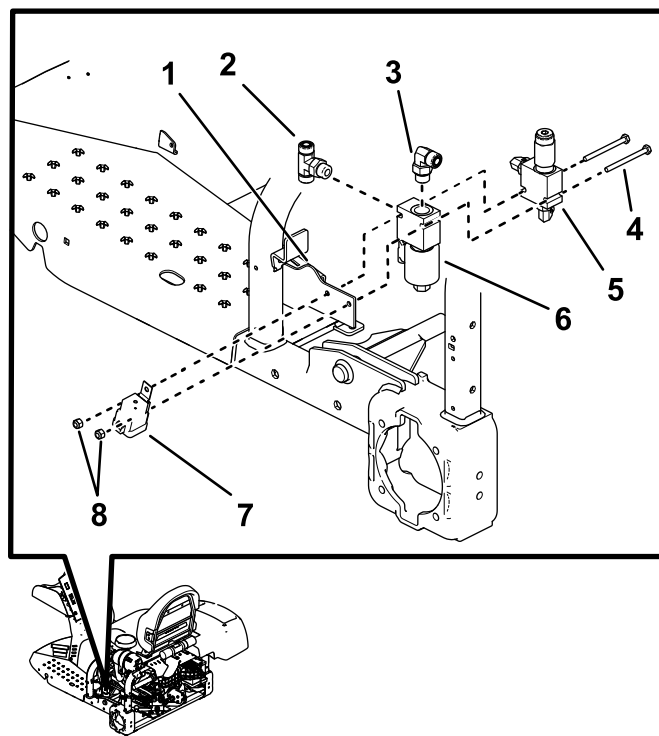

Figura 12
1. Instalați fittingurile la unghiurile prezentate în figuri. Instalați fittingul în T pe partea laterală a noii supape; consultați Figura 12.
2. Instalați un cot mic de 90 de grade în partea de sus a noii supape (Figura 12).
3. Scoateți supapa existentă din suportul supapei (Figura 12).
5. Instalați supapele pe suportul supapei cu 2 uruburi ($\frac{1}{4} \times 3$ inchi) și 2 piulie ($\frac{1}{4}$ inch); consultați Figura 12.